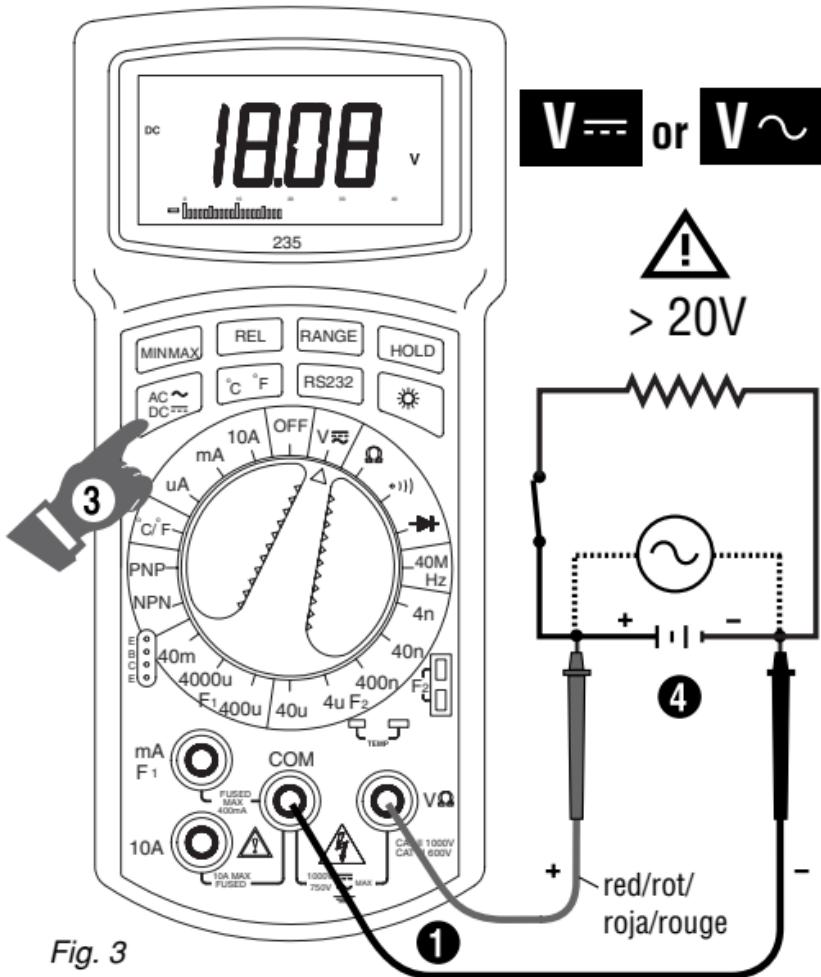

Fig. 3
DC AND AC VOLTAGE MEASUREMENT (See Fig. 3)
- ① Connect test leads as shown in figure 3.
- ② Turn function selector switch to V~ or V==.
- ③ Touch Probe tips across voltage source (in parallel with circuit).
- ④ Voltage value will appear on Digital Display along with the voltage polarity (for DC).
D • Gleich- und Wechselspannungsmessung (Siehe Fig. 3)
- ① Meßkabel gemäß Fig. 3 verbinden.
- ② Funktionsschalter auf V stellen.
- ④ Meßspitzen mit Meßkreis verbinden – parallel zur Spannungsquelle.
- ⑤ Meßwert ablesen (automatische Polaritätsanzeige bei DC Messungen).
E • Medidas de tensión CC y CA (DCV y ACV) - (vea Fig 3)
F • Mesure de Tensions CC et CA (voir fig. 3)